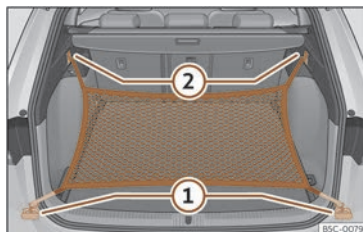

Fig. 187 Al maleter: argolles ① i ganxos ② per enganxar la bossa de xarxa.
- Fixeu els ganxos curts de la xarxa a les argolles d'amarratge >>> **fig. 187** ① >>> . La cremallera de la bossa ha de quedar cap amunt.
- Fixeu les cintes als ganxos per penjar bosses ②.